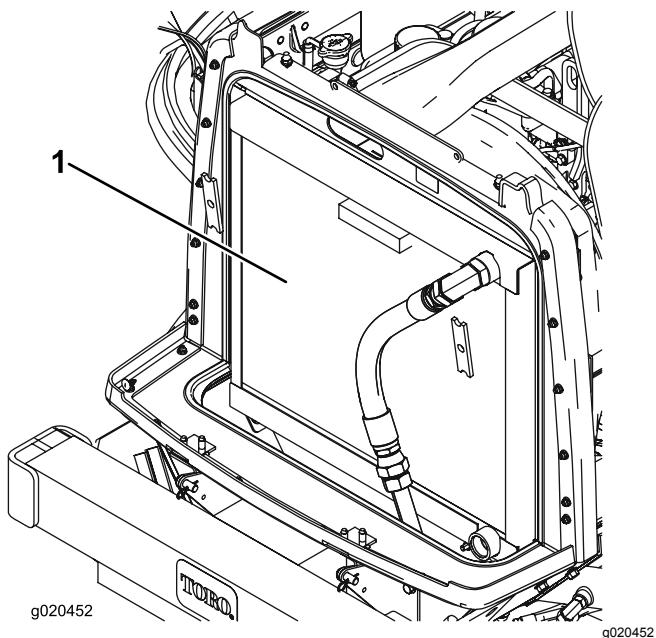

Bild 111
3. Reinigen Sie beide Seiten des Kühlers bzw. Ölkippers gründlich mit Druckluft (Bild 111).